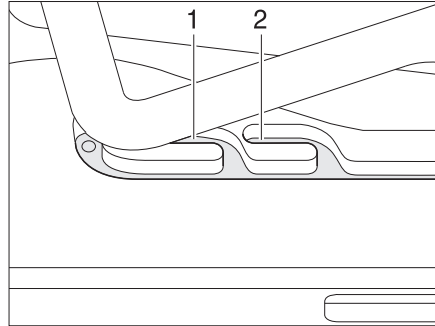
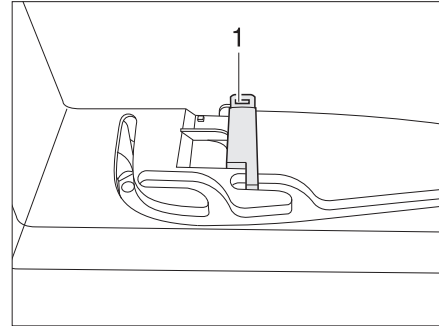

Fig. 49 Claraboya Heki en posición de ventilación
Fig. 50 Bloqueo de la posición de ventilación
La claraboya Heki se puede colocar en dos posiciones de ventilación: Posición de mal tiempo (Fig. 49,1) y posición mediana (Fig. 49,2). Según el modelo, la claraboya podrá ser bloqueada en la posición mediana con el pestillo (Fig. 50,1).
- Presionar el estribo ligeramente hacia arriba y empujarlo en la guía seleccionada (Fig. 49,1 ó 2) y, si fuera necesario, bloquearlo.